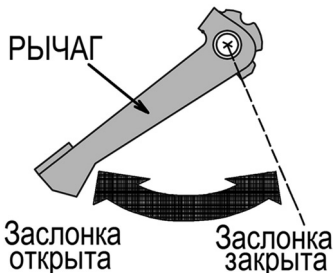

Рис. 11 Рычаг управления воздушной заслонкой (вид сверху)
- Закройте воздушную заслонку карбюратора. Для этого переведите рычаг управления воздушной заслонкой в крайнее правое положение (Рис. 11).